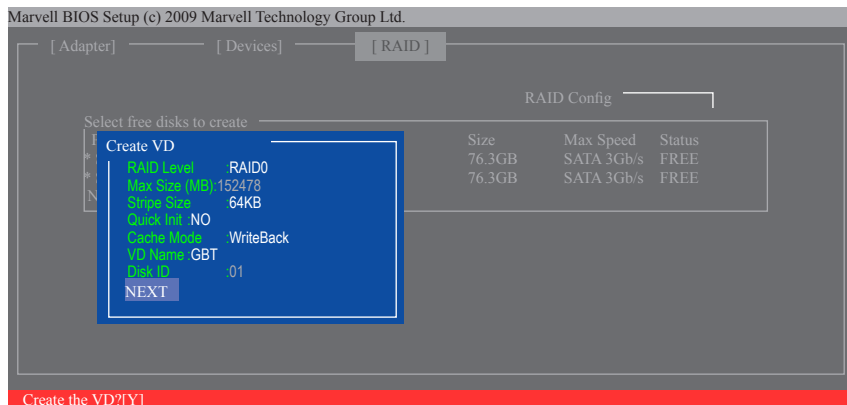

図 8
6. **NEXT:** 上の設定を完了した後、**NEXT** に移動して<Enter>を押しアレイの作成を開始します。確認を求められたら、<Y> を押して確認するか <N> を押してキャンセルします (図 8)。